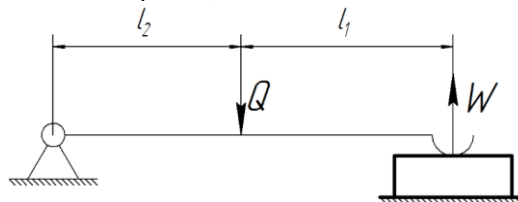

Рисунок 2.1
38. Визначити зусилля закріплення W для важільного затискача (рис. 2.1). Початкова сила $Q = 3500$ Н, плече $l_1 = 75$ мм, $l_2 = 125$ мм, коефіцієнт корисної дії важільного затискача $\eta = 0,9$.